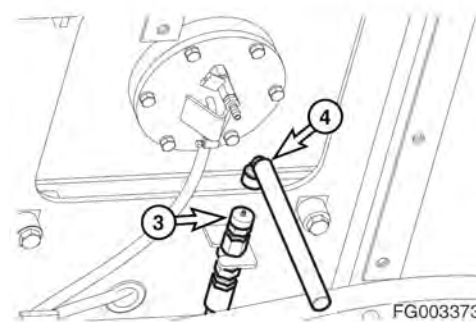

Рис. 94
2. Снять заглушку (3, рис. 94) и присоединить шланг (4) для слива масла из механизма редуктора поворота.